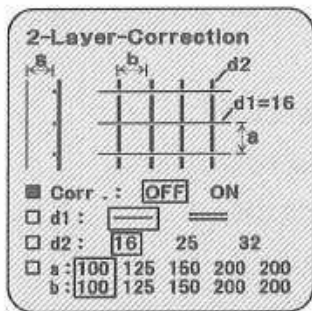

図13
7.4.2. 交差する鉄筋の補正の設定は、図10を表示させたあと、 2-Layer-Correctionにカーソルを合わせSTARTキーを押してください。図13が表示されます。